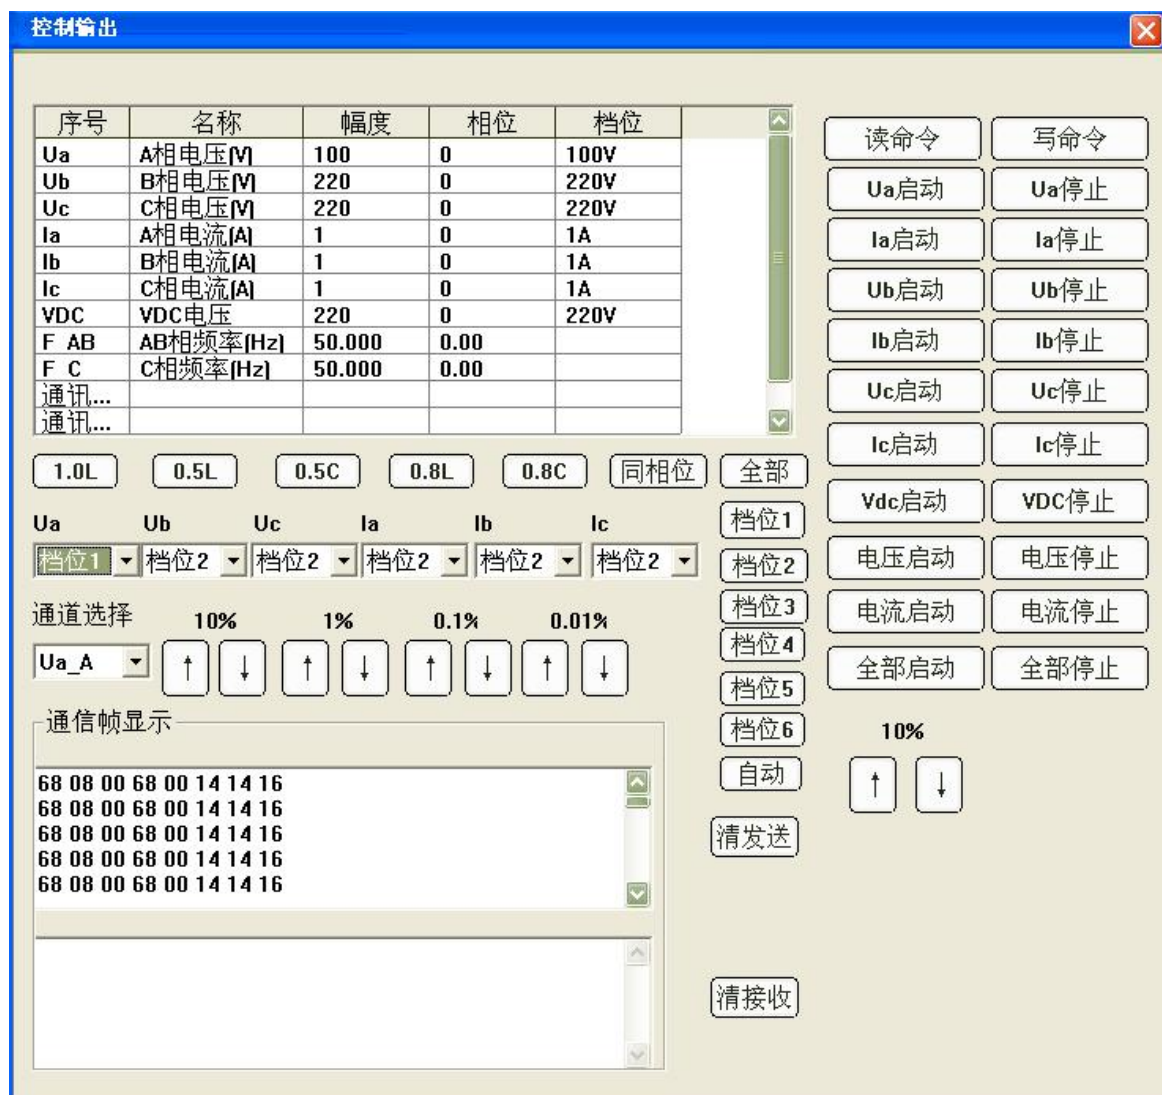

图 7-7
2、然后校第二档的各项，同样针对 UA 的第一档 100V 点校准。配制除 UA 外所有输出为第二档的值，同相位，如图 7-7 所示：选择全部启动。然后 UB 就从 0V，每次加 10%开始往上升，一直升到 120%(264V) 同时记录下每点的相位值，进入幅度校准界面：在界面的右上角，档位下拉菜单上选档位 2，下面的那个菜单选 UB\_A，在相位校准栏将刚才测的对应的实测值填入与其百分比相对应的实测值里面，然后计算校准系数，写校准系数。观察到接收栏有正确应答帧“68 08 00 68 00 10 90 16”后